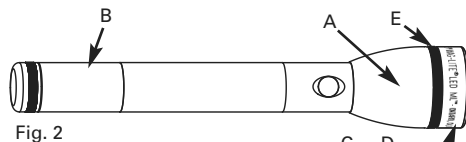
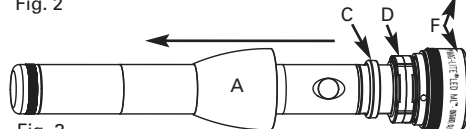

Fig. 2
Fig. 3
Regolare l'allineamento è un processo per sbloccare la "gonna" (la metà posteriore della testa della torcia, segnato come (A) Figs. 2 and 4), facendo scorrere la gonna giù per la canna della torcia (B) per accedere all'anello di allineamento (segnato come (C) nelle figure 3 e 4), focalizzando la torcia sul raggio di luce più stretto possibile utilizzando l'anello di messa a fuoco (segnalato come (D) nelle figure 3 e 4), e quindi muovendo l'anello di allineamento (C) fino a che non si è ottenuto il fascio di luce più centrato. Ecco i passi più in dettaglio:
3. Una volta fatta scorrere la gonna (A) lungo la canna (B), come si vede nelle figure 3 e 4, accendere la torcia. Proprio dietro l'anello zigrinato (E) c'è un anello di plastica di grandi dimensioni denominato l'anello di messa a fuoco (D). Ruotando l'anello di messa a fuoco (D) da una parte o dall'altra, si concentra il fascio di luce il più stretto possibile. Una volta concentrato il fascio, individuare l'anello in plastica più piccolo, chiamato anello di allineamento (C), che verrà utilizzato per regolare l'allineamento del fascio. Afferrare la canna (B) della torcia con la mano sinistra (vedi fig. 4), prendere l'anello di allineamento (C) tra il pollice e l'indice destro. Poi "inclinare" l'anello di allineamento (C) in differenti direzioni e guardare l'effetto sul fascio di luce mentre lo si fa. Si vedrà il fascio di luce diventare più distorto o più rotondo. Quando si trova la posizione in cui il fascio di luce è più rotondo possibile, il fascio è allineato in modo ottimale. Lasciare l'anello di allineamento (C) in quella posizione.